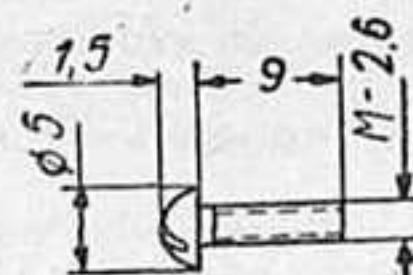

Рис. 42, дет. 5сб-6
**Стяжных винтов (5сб-6)** (рис. 42) — 24 шт., длиною 9 мм с резьбой  $2,6 \times 5$ , изготавляемых из стали.